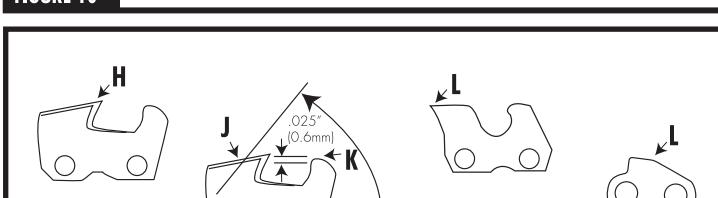

FIGURE 11
4. Lower the depth gauges with a flat file [K]. Some expected filing of the rear guard link tang will eventually occur [L] (Figure 11).
4. Diminuer la hauteur des limiteurs de profondeur à l'aide d'une lime plate [K]. Il sera éventuellement nécessaire d'affûter le tenon des mailloons de protection arrière pour les tranchants des types JAUNE [L] (Figure 11).